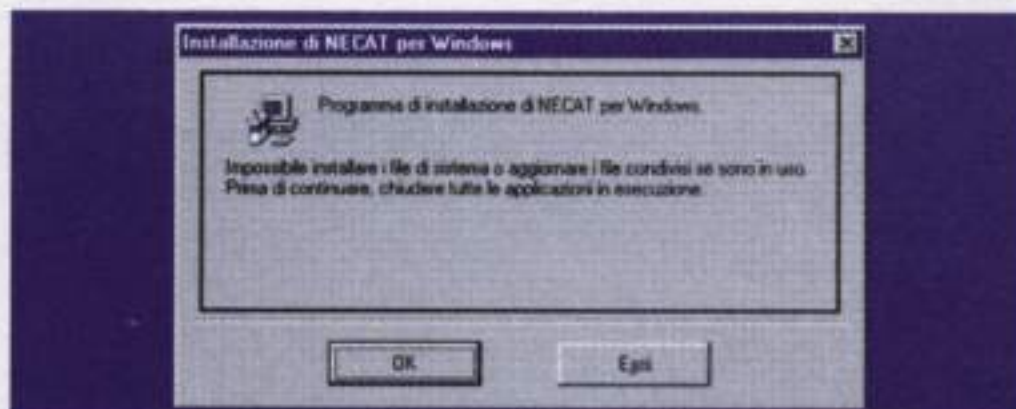

Fig.2 Per eseguire una corretta installazione è necessario cliccare su **Ok**.
- Il programma di installazione vi indicherà di volta in volta quale **numero** di dischetto inserire, perciò non dovete fare altro che seguire le indicazioni che appaiono a video. Dopo aver inserito il dischetto **n.2**, il computer vi segnalerà di chiudere eventuali programmi aperti. Per continuare con l'installazione cliccate su **ok** (vedi fig.2).